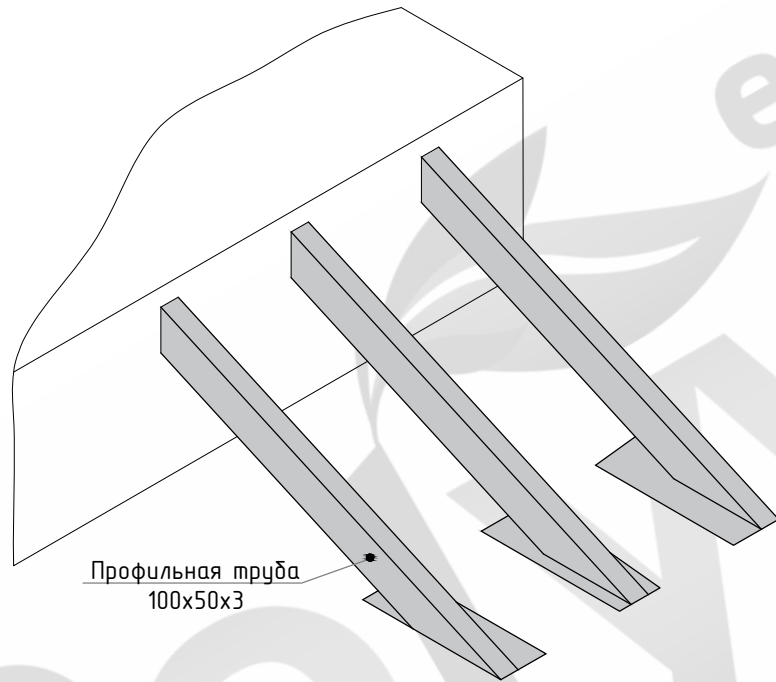

Рис.22 Стальной косяк
- Размеры профильных труб определяют исходя из дизайн проекта и размеров лестницы. Минимальные размеры профилей указаны на Рис.22 и Рис.23